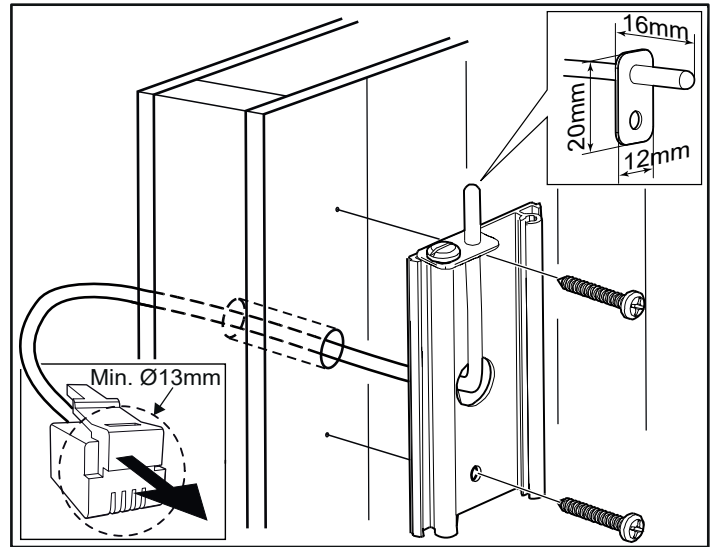

Rys. 14: Śruba zabezpieczająca wspornika
12. Piec należy zablokować w miejscu za pomocą śruby zabezpieczającej, patrz rys. 14.